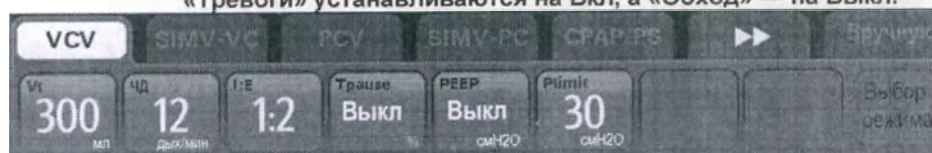

РИСУНОК 5-4 Вкладки режимов вентиляции
1. Выберите вкладку нужного режима. Экранная кнопка «Выбор режима» (или «Задан. режим» в ручном режиме) начнет мигать. (РИСУНОК 5-4)